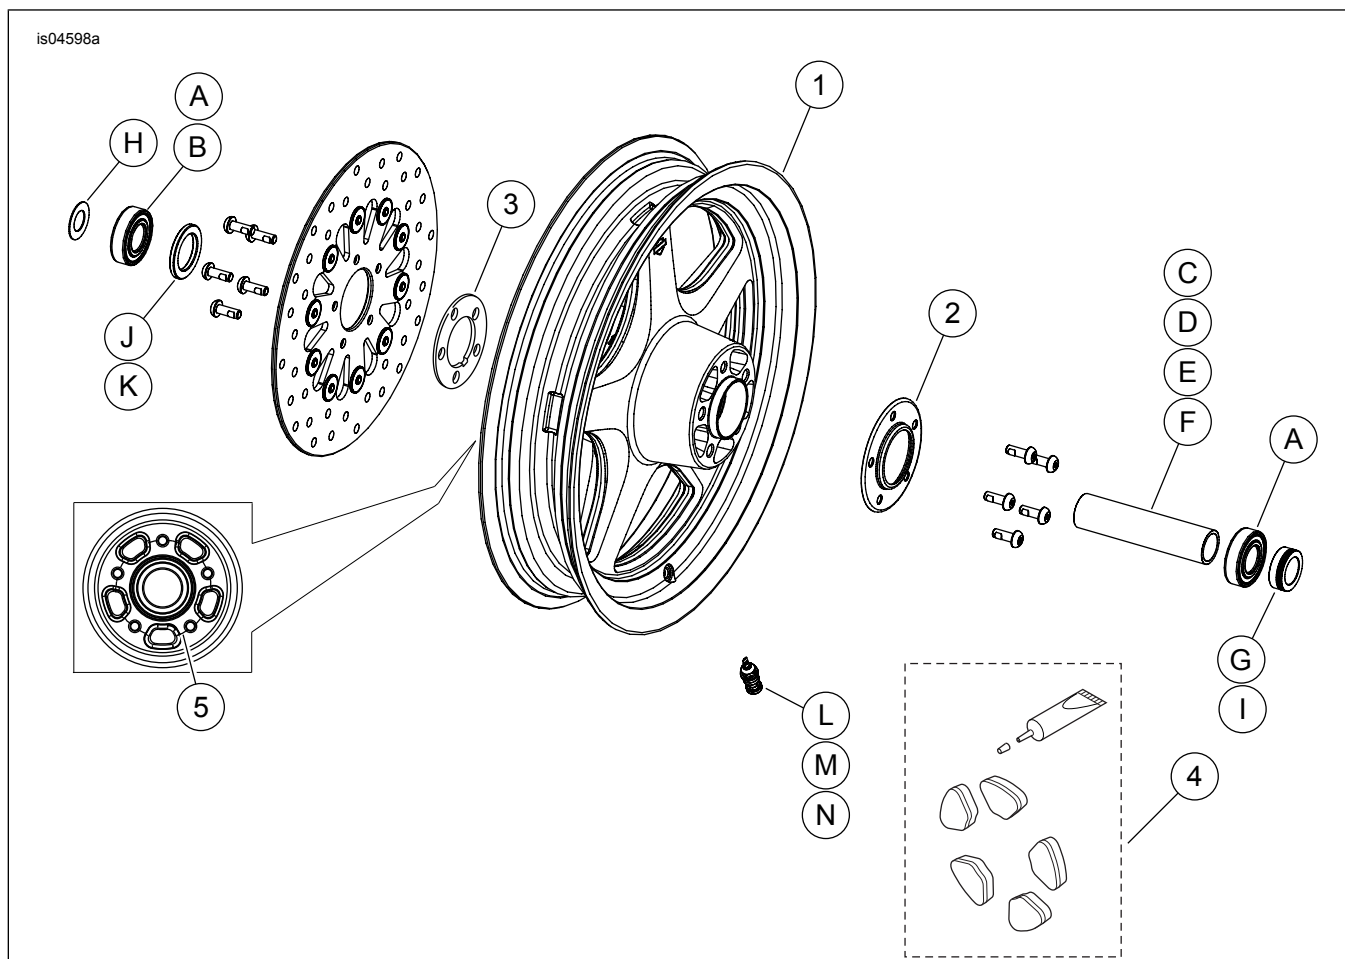

Figure 2. Pièces de rechange : KITS DE ROUE AVANT THUNDERSTAR (roue de 16 pouces illustrée)
Ces kits comprennent la roue personnalisée et, selon le kit, peuvent également inclure un enjoliveur et une plaque de moyeu. Voir la figure 2. et Tableau 3 pour connaître le contenu du kit.
2. Voir Figure 2. Poser l'assemblage de tige de valve (L, M ou N) sur la roue. Voir PNEUS dans le manuel d'entretien.
- Le côté gauche de la roue comporte une rainure usinée (élément 5, Voir la figure 2.) dans le moyeu et/ou des marquages DOT indiquant qu'il s'agit du côté du disque de frein et du roulement primaire.
- Poser la roue avec les marques du moyeu sur le côté gauche de la moto. Le côté gauche de la roue comporte une rainure usinée (élément 5, Voir la figure 2.) dans le moyeu et des marques de moyeu indiquant qu'il s'agit du côté du roulement primaire.
- Ces kits de roue incluent une ou deux plaques de moyeu (43985-00) à poser entre le disque de frein, la roue et un enjoliveur chromé (43986-00) à poser sur la roue de l'autre côté du disque de frein. Des couvercles de moyeu doivent être posés pour empêcher la pénétration de l'eau, ce qui pourrait provoquer un déséquilibre. **Modèles à deux disques de frein :** Poser une plaque de moyeu en acier inoxydable (3) entre chaque disque de frein et le moyeu de la roue. Jeter l'enjoliveur chromé (2). Poser les disques de frein selon les procédures du manuel d'entretien. **Modèles à disque de frein unique :** Poser une plaque de moyeu en acier inoxydable (3) entre chaque disque de frein et le moyeu de la roue. Poser le disque de frein selon les procédures du manuel d'entretien. Installer l'enjoliveur chromé (2) sur le côté opposé du disque de frein. Jeter la plaque de moyeu en acier inoxydable superflue (3).
- La roue comporte une rainure usinée (élément 5, Voir la figure 2.) dans le moyeu indiquant qu'il s'agit du côté droit.
- Ces kits de roue incluent une ou deux plaques de moyeu (43985-00) à installer entre le disque de frein, la roue et un enjoliveur chromé (43986-00) à installer sur la roue de l'autre côté du disque de frein. Des couvercles de moyeu doivent être posés pour empêcher la pénétration de l'eau, ce qui pourrait provoquer un déséquilibre. **Modèles à deux disques de frein :** Poser une plaque de moyeu en acier inoxydable (3) entre chaque disque de frein et le moyeu de la roue. Jeter l'enjoliveur chromé (2). Poser les disques de frein selon les procédures du manuel d'entretien. **Modèles à disque de frein unique :** Poser une plaque de moyeu en acier inoxydable (3) entre chaque disque de frein et le moyeu de la roue. Poser le disque de frein selon les procédures du manuel d'entretien. Installer l'enjoliveur chromé (2) sur le côté opposé du disque de frein. Jeter la plaque de moyeu en acier inoxydable superflue (3).
6. Poser la roue avant (1), l'axe de série et l'écrou d'axe de série. Voir ROUE AVANT dans le manuel d'entretien.